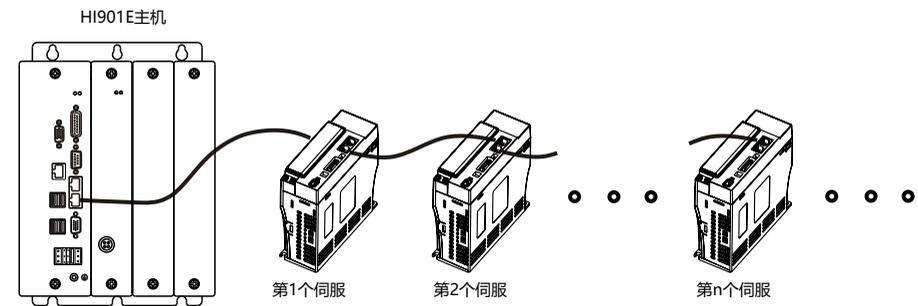

图4-1 EtherCAT伺服与HI901E主机连接示意图
- 依此类推，具体数量根据主机型号确定。具体接线图如图4-1所示。